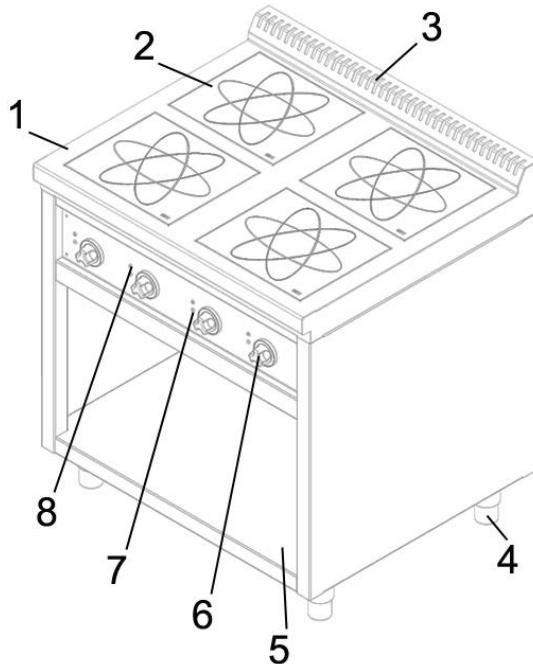

Рис. 1 Общее устройство индукционной плиты
На рис.1 представлено общее устройство индукционной плиты.
В зависимости от модели на столе плиты 1 (рис.1) располагается от 1 до 6 индукционных конфорок. Индукционная конфорка предназначена для приготовления продуктов в специальной магнитной посуде и представляет собой стеклокерамическую поверхность 2 (рис.1) под которой располагается катушка. Интенсивность нагрева конфорки регулируется ручкой 6 (рис.1), расположенной на лицевой панели устройства. При значении «0» на ручке устройство – выключено. Рядом с ручкой находится световой индикатор 8 (рис.1), сигнализирующий о правильной работе устройства и пиктограмма 7 (рис.1), показывающая месторасположение конфорки. Коллектор 3 (рис.1) имеет вентиляционные отверстия, через которые удаляется теплый воздух из внутреннего пространства устройства.
Горизонтальность плиты регулируется с помощью ножек 4 (рис.1). В напольных моделях плит имеется ниша 5 (рис.1) для хранения кухонного инвентаря, которая может комплектоваться распашными дверьми.
- Плавно поверните регулятор 6 (рис.1) **по часовой стрелке** и установите необходимую для работы мощность от 1 до 8 (точки, находящиеся между цифрами, также являются полноценными уровнями мощности).
- Переключение режимов сопровождаются одиночным миганием светового индикатора 8 (рис.1) красным светом и коротким звуковым сигналом.
- Если конфорка «видит» посуду, то индикатор 8 (рис.1) загорится ровным зеленым светом. Если конфорка «не видит» посуду – зеленый индикатор будет мигать.